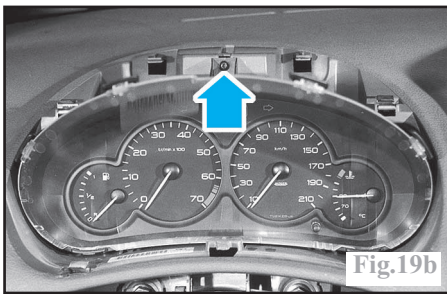

Fig.19b
-déposer la vis de fixation (Fig.19b).